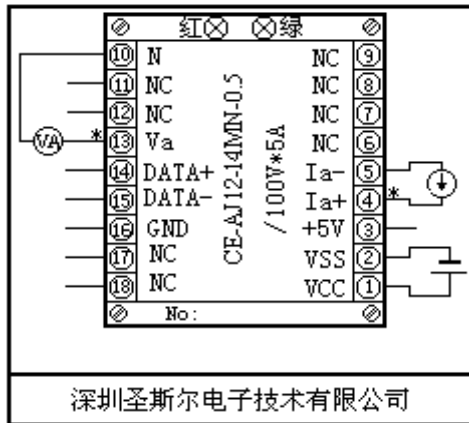

图 3.1.3 单相三隔离 N 型产品 RS485 接口接线参考图
3.1.4.3 单相三隔离 N 型产品接线参考图(电流端子输入，最大 6A)，见图 3.1.3